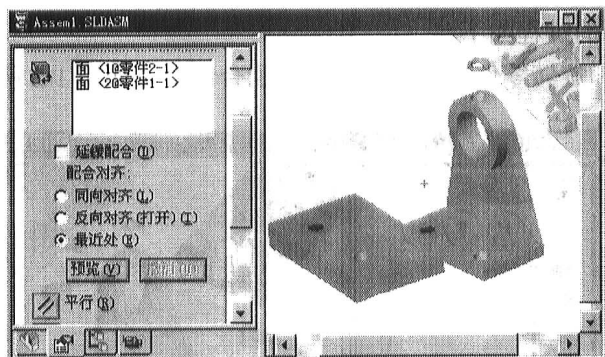

图 1-10 同轴心配合
合按钮，选择如图 1-10 中用线框方式标示的两个孔，同样所选的零件 1 和零件 2 的两个孔面名称都被列在所选项目方框中。此时，左边窗口中同轴心按钮已经处于被按下的状态，这也是系统默认的状态。
- 同轴心配合 ：将所选的项目位于同一中心点。如图 1-10 中的孔配合。